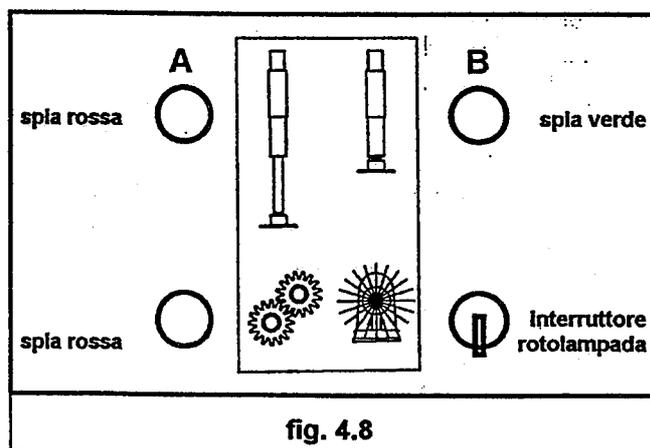

fig. 4.8
- verificare che la spia verde in cabina sotto il cruscotto segnali l'avvenuto rientro degli stabilizzatori (*fig. 4.8, B*),